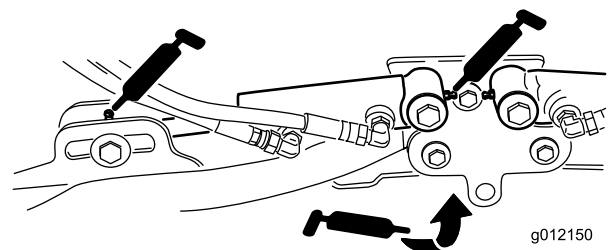

図 48
- 昇降アームのシリンダ各カッティングユニットの2ヶ所 図 48
- 昇降アームのピボット各アームに1ヶ所 図 48